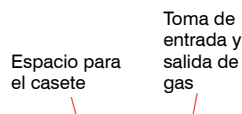

Ilustración 3: Interior de la cámara de medición de muestras
1. Abra la tapa de la cámara de medición de muestras (SMC). Retire la junta negra de la toma de gas (Ilustración 3) agarrándola con la ayuda de unas pinzas o hemostáticos y tirando con firmeza hacia arriba. Deseche la junta de la toma de gas.